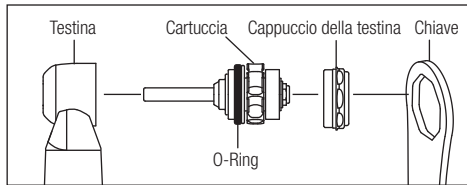

Fig. 6
- Assicurarsi che i due O-Ring (Fig. 6) siano correttamente collocati nella cartuccia.